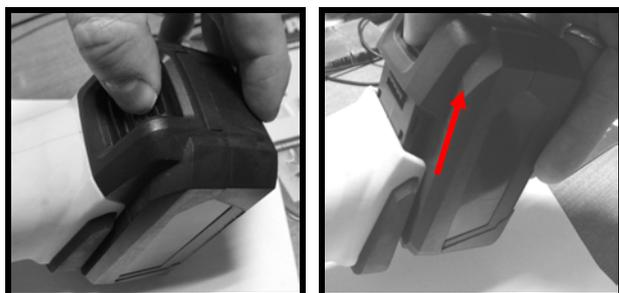

Рис.7
3.2. Снятие аккумулятора (Рис.7,7а).
Рис.7а